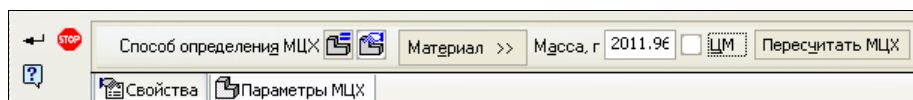

Рис. 9.8. Панель **Свойства детали** с открытой вкладкой **Параметры МЦХ**
- ◆ на панели **Свойства детали** щелкните ЛК мыши по вкладке **Параметры МЦХ** (рис. 9.8). На этой вкладке: